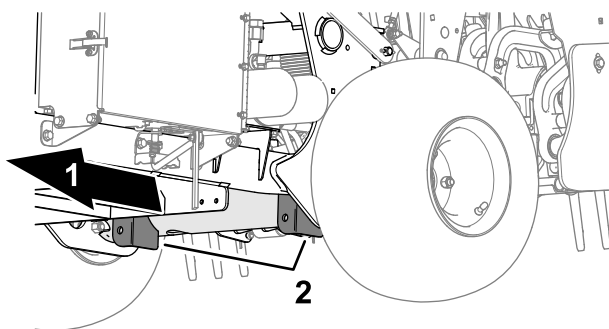

Figura 128
3. Collocare il cavalletto metallico con sicurezza sotto la piastra del telaio, appena oltre la ruota posteriore (Figura 128).